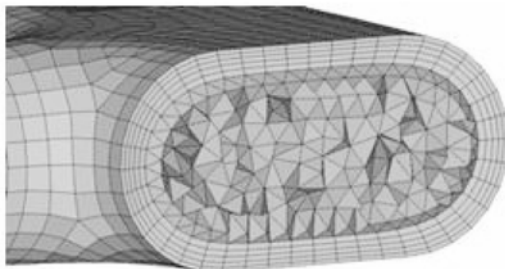

图 5-148 隐藏单元观察内部单元和边界层
(1) 按快捷键 <F5> 并选择要隐藏的单元，观察生成的网格质量。内部网格如图 5-148 所示。